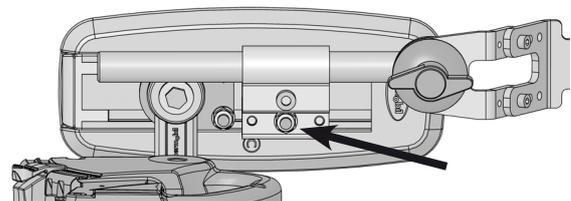

Bild 14. Panelhållaren och dess fäste sitter monterad med en skruv samt brickor och mutter.
2. Demontera panelhållaren och dess fäste, den sitter monterad med en mutter, se bild 14.